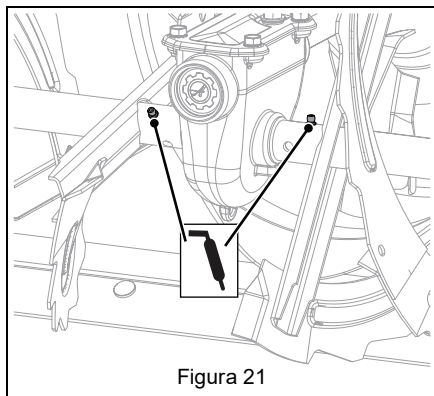

Figura 21
2. Applicare uno strato grasso in corrispondenza del nipplo ingrassatore. Vedere Figura 21.